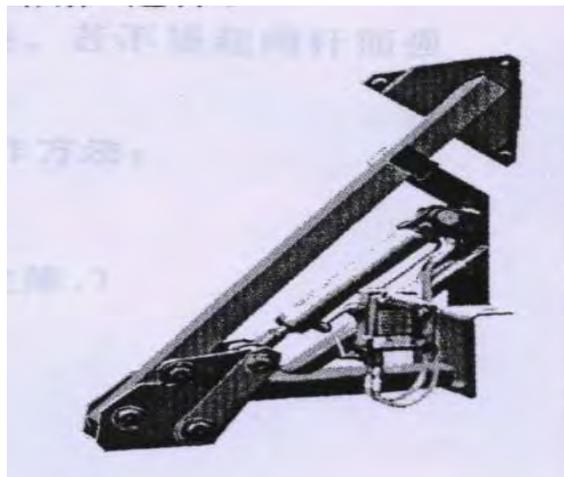

Рис. 7
6.3. Ручной гидравлический подъёмник запасного колеса (рис. 7). Приводится в действие вручную при помощи гидронасоса, подъёмную силу создаёт поршень в цилиндре гидронасоса. Гидроцилиндр опирается на прямую четырёхугольную планку. Запасное колесо жёстко закрепляется на передвигном рычаге. Таким образом, осуществляется подъем и опускание запасного колеса.